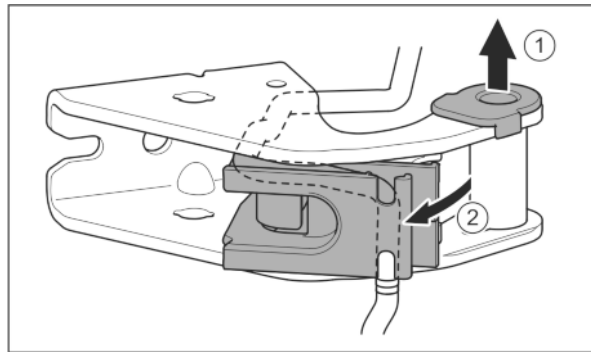

Fig. 24
- ▶ Vytáhněte ložiskové pouzdro z vedení. Fig. 24 (1)
- ▶ Otočte držák kabelu ven. Fig. 24 (2)